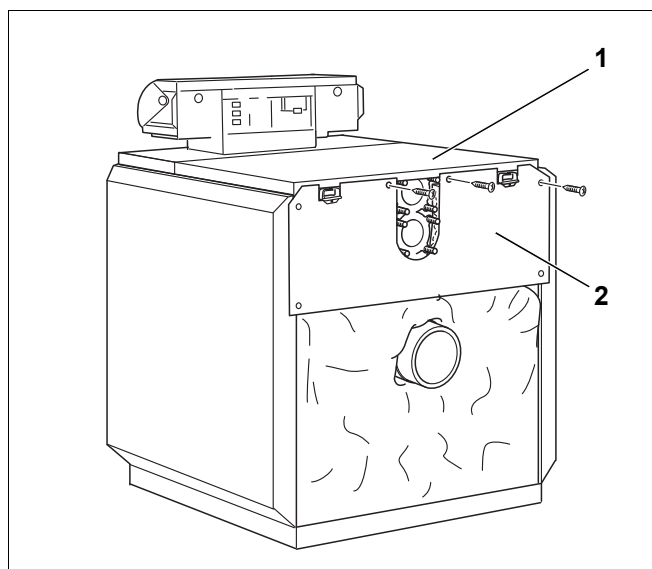

Рис. 39 Монтаж верхней задней стенки котла
- Прикрепите верхнюю заднюю стенку (рис. 39, [2]) винтами к крышке (рис. 39, [1]) и к боковым стенкам.